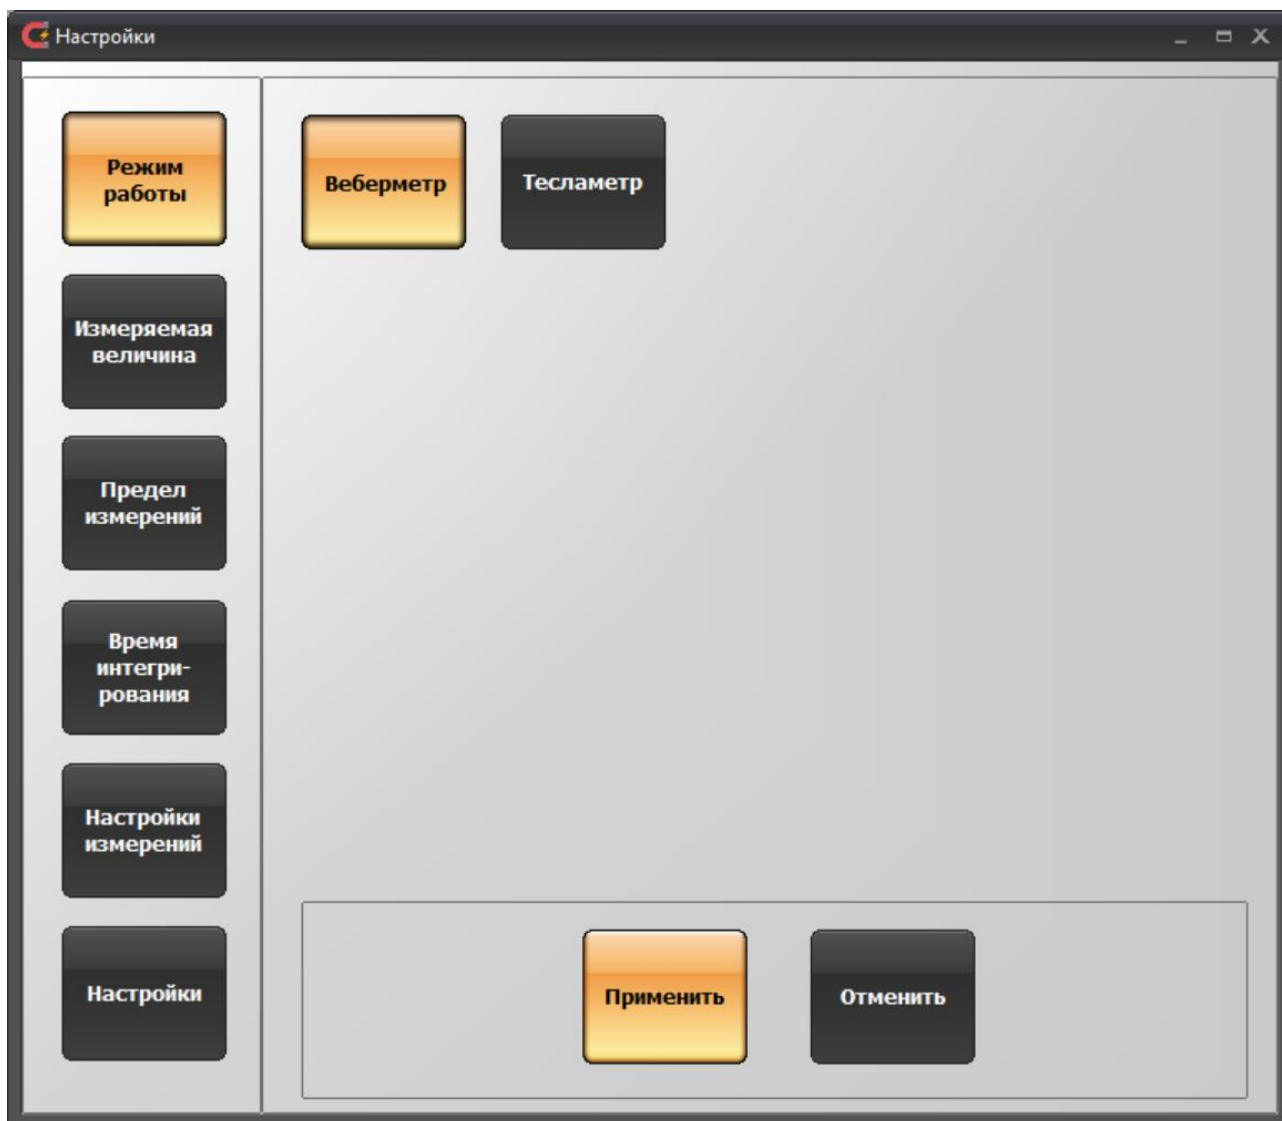

Рисунок 5. Окно настроек программы управления ТПУ-2В в режиме «Веберметр»
5.2.2.2 Настройки в режиме «Веберметр» (рисунок 5).